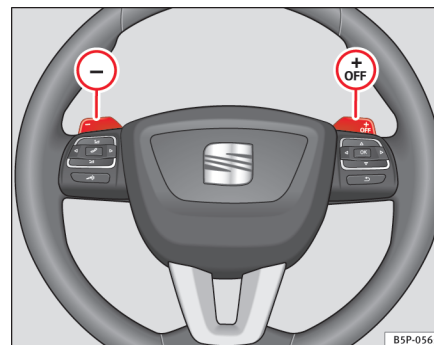

Fig. 148 Rat med skifte-kontakter til automatisk gearkasse
- Tryk den højre skiftekontakt  (**+OFF**) ind mod rattet for at gear op ⇒ *side 177, fig. 148*.
- Tryk den venstre skiftekontakt  ind mod rattet for at gear ned ⇒ *side 177, fig. 148*.
Hvis skiftekontakterne anvendes ⇒ *side 177, fig. 148* i normalt program eller i sportsprogram, skiftes der midlertidigt til tiptronic-funktion. Hvis du ønsker at deaktivere tiptronic-funktionen, skal du trykke den højre skiftekontakt  ind mod rattet i ca. 1 sek. Tiptronic-funktionen deaktiveres også igen, hvis du ikke bruger skiftekontakterne i et bestemt stykke tid.